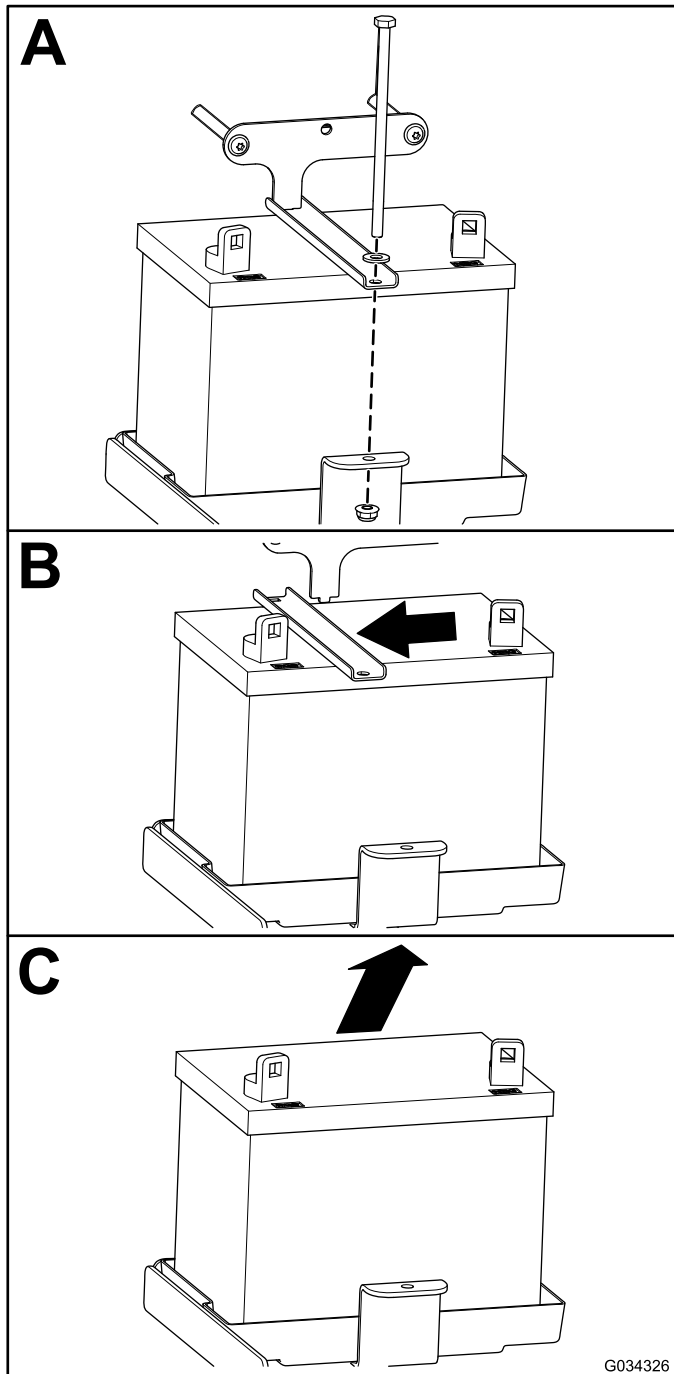

Figura 47
2. Retire la batería como se muestra en la Figura 47.